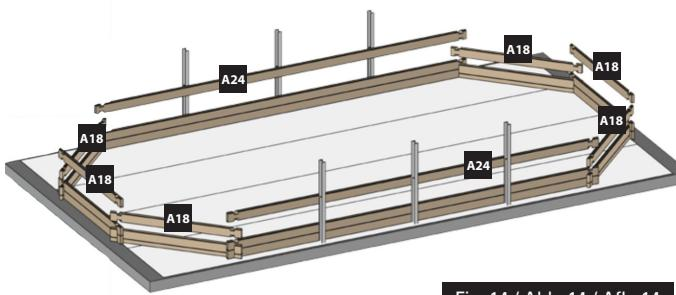

Fig. 14 / Abb. 14 / Afb. 14
**EN** **3rd LAYER OF BOARDS:** Install the third layer of boards as shown in figure 14. The position of the refilling fitting with the key and the skimmer should be defined at the start of the assembly (read the specific paragraphs).
**FR** **3ÈME RANGÉE MADRIERS :** Positionnez les madriers de la 3ème rangée conformément à la figure 14. Vous devez avoir déterminé l'emplacement de la buse de refoulement et du skimmer dès le début du montage (voir paragraphes spécifiques).
**DE** **3. BRETTREIHE:** Platzieren Sie die Bretter der dritten Reihe laut Abb. 14. Zu Beginn der Montage müssen Sie die Lage des Druckventils und des Skimmers festlegen (lesen Sie hierzu die entsprechenden Abschnitte).
**NL** **3ª RIJ PLANKEN:** Plaats de planken van de derde rij zoals te zien is op afbeelding 14. U moet al bij aanvang van de montage bepalen op welke plaats het uitstroommondstuk en de skimmer moet komen (less de betreffende paragrafen).